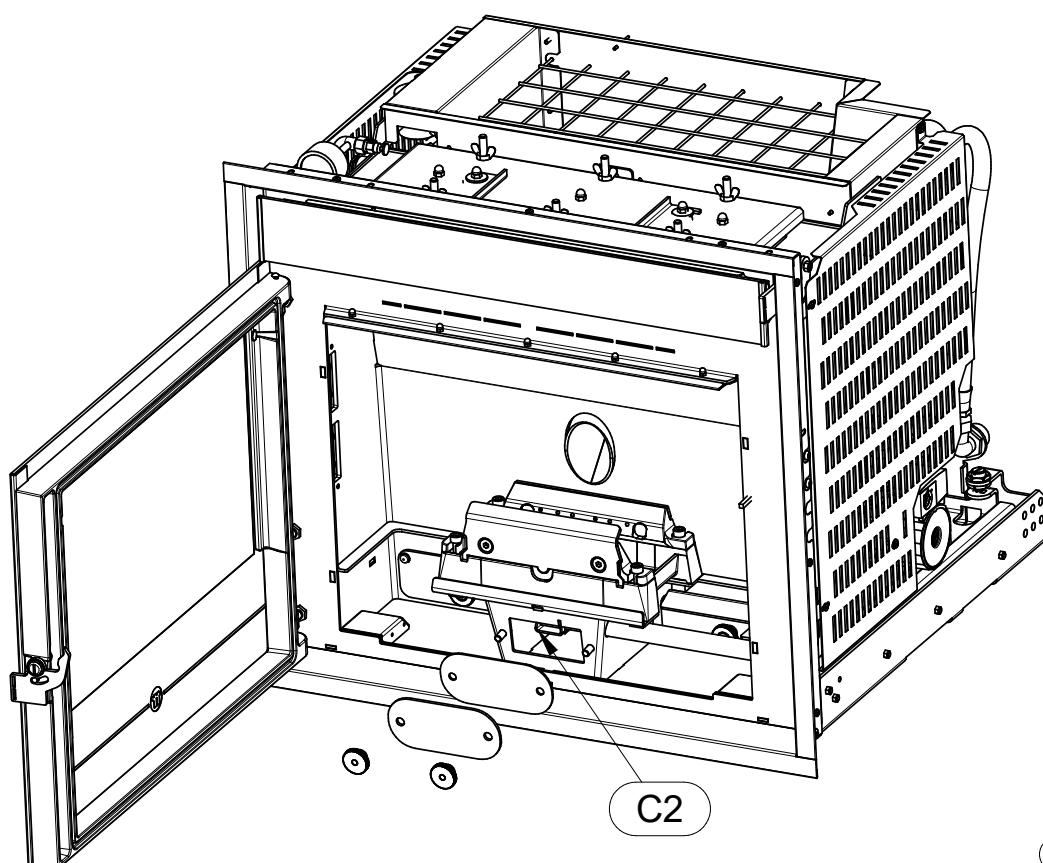

Figura 4
- Aspirare la cenere dal vano **C2** (Figura 4). Al rimontaggio del coperchio ispezione verificare l'integrità della guarnizione. Se necessario provvedere alla sostituzione della stessa.